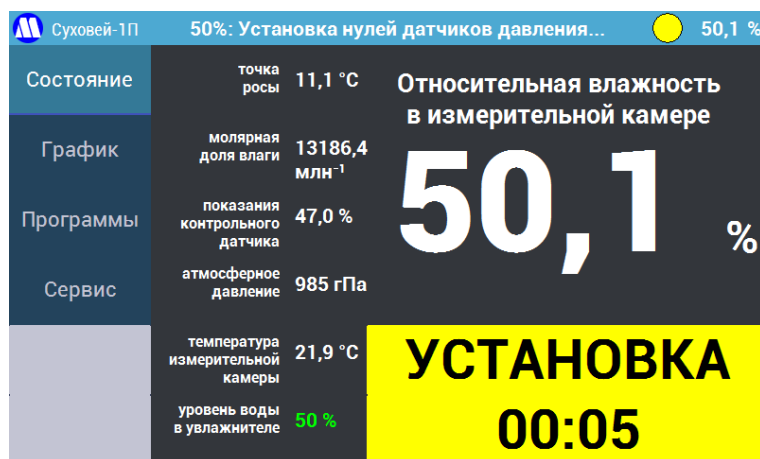

Рисунок 24 – Процесс установки относительной влажности.
8.2.7. В процессе стабилизации заданных значений температуры и давления индикатор статуса будет гореть желтым, в строке статуса будет отображаться исполняемая программа по установке относительной влажности и статус «Установка», в меню «Состояние» будут отображаться текущее значение относительной влажности в камере и время, прошедшее от момента запуска программы по установке точки (Рисунок 24).